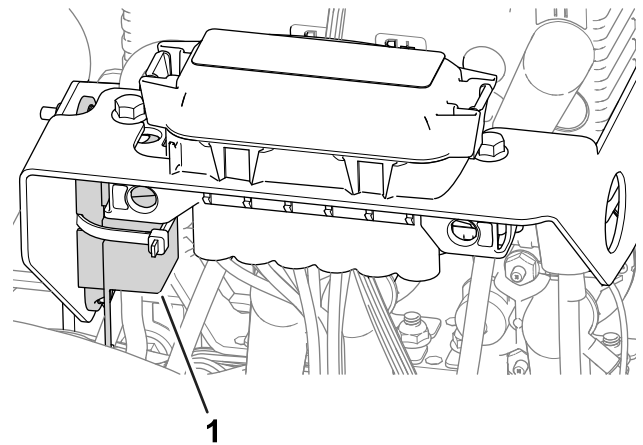

图 54
- 左车轮马达保险丝 60A 位于机器左侧盖板的下方靠近滚刀驱动电路保险丝图 54。